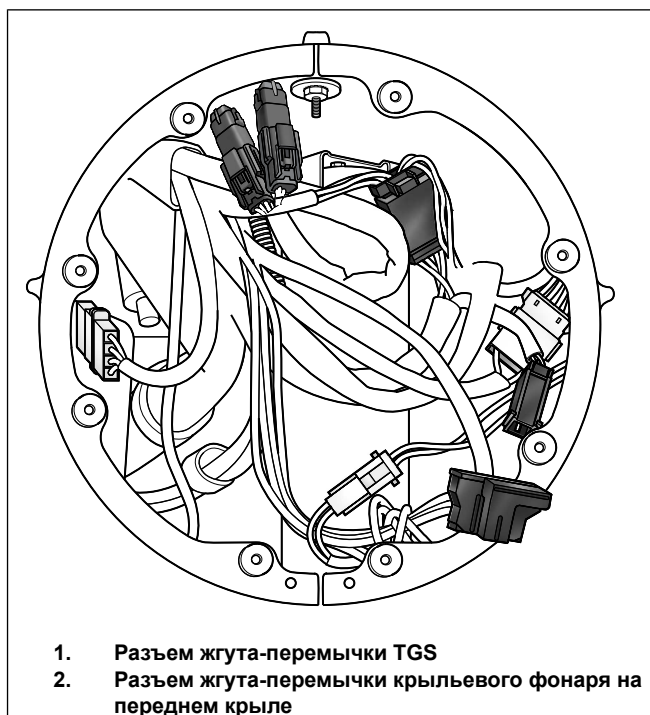

Рисунок 7. Проводка фары Road King
- a. См. Рисунок 7 . Найдите проводку крылевого фонаря.
- См. Рисунок 7 . Найдите проводку крыльцевого фонаря (2).
- См. Рисунок 7 . Подключите половину разъема TGS от правой ручки к половине разъема жгута (1).